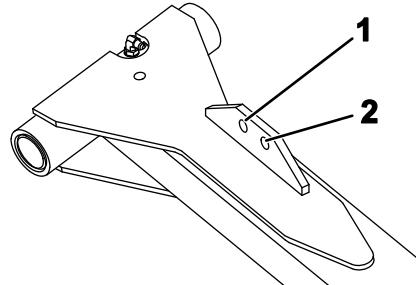

Figure 7
- Fixez l'autre extrémité de la chaîne au trou de l'ergot de fixation du bras de relevage à l'aide des axes de chape et des goupilles fendues. Utilisez le trou approprié dans le bras de relevage, comme illustré à la Figure 7.